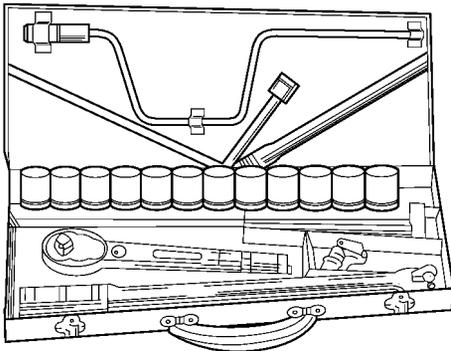

图 1-2 套筒扳手
(3) 套筒扳手 套筒扳手是使用最方便的工具，如图 1-2
(4) 手锤 手锤一般应预备铁锤和橡胶两种为好。铁锤用于粗重物体和需要重击的地方,橡胶锤则用于容易损坏的地方,二者的使用根据情况而安排。
(5) 活扳手 开口尺寸在一定范围内任意可调,如图1-2所示。但尽量使用梅花扳手和开口扳手。